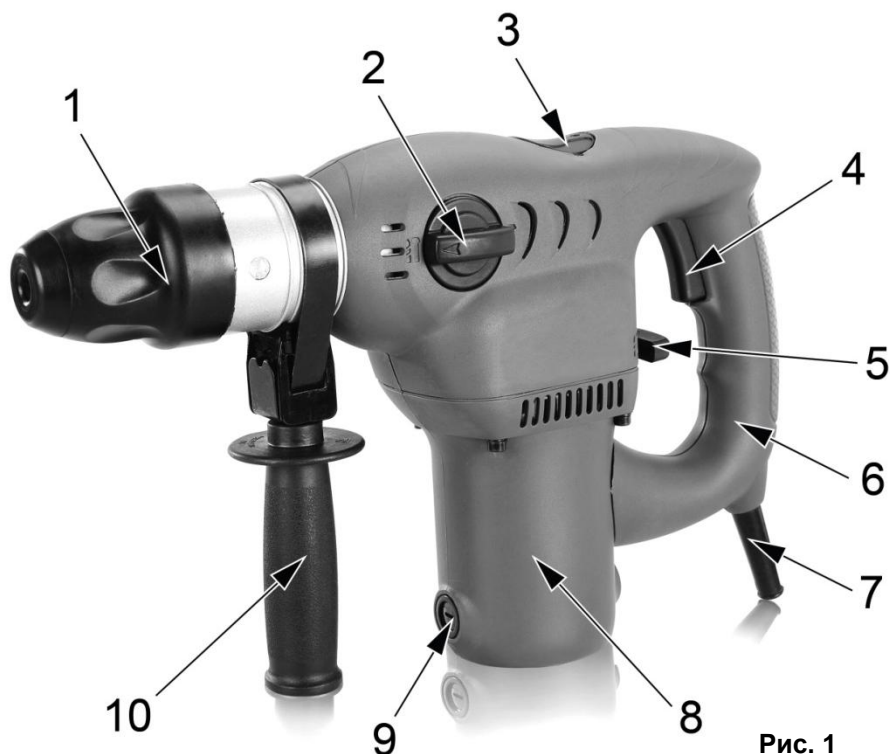
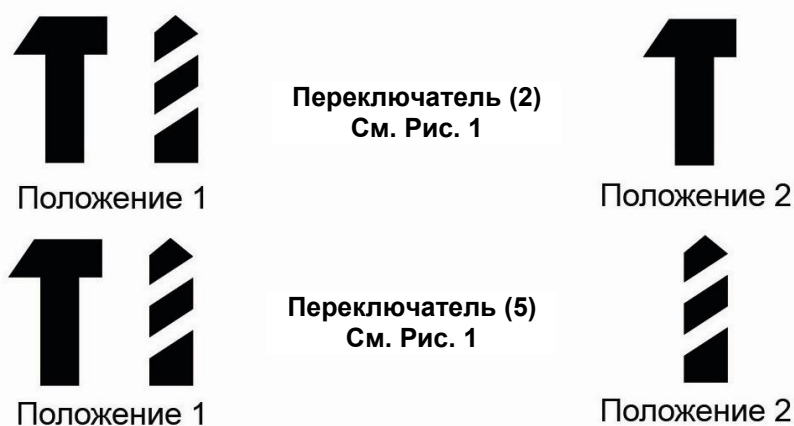

Рис. 1
Рис. 4
- Настоятельно рекомендуется использовать дополнительную (боковую) рукоятку (10) (См. Рис.1) во время работы. Точный контроль над инструментом значительно повышает безопасность и удобство работы.
- **Чтобы включить перфоратор**, нажмите на клавишу выключателя (4) (См. Рис.1).
- Используя рукоятки переключателей режимов работы (2 и 5) (См. Рис.1) можно установить несколько режимов работы перфоратора:
- Режим «сверление». Установите переключатель (2)(См. Рис.1) в положение 1 (См. Рис.4); а переключатель (5)(См. Рис.1) – в положение 2 (См. Рис.4).
- Режим «сверление с ударом». Установите переключатель (2) положение 1; и переключатель (5) – в положение 1.
- Режим «долбление» (удар). Установите переключатель (2) - положение 2; а переключатель (5) – в положение 1.